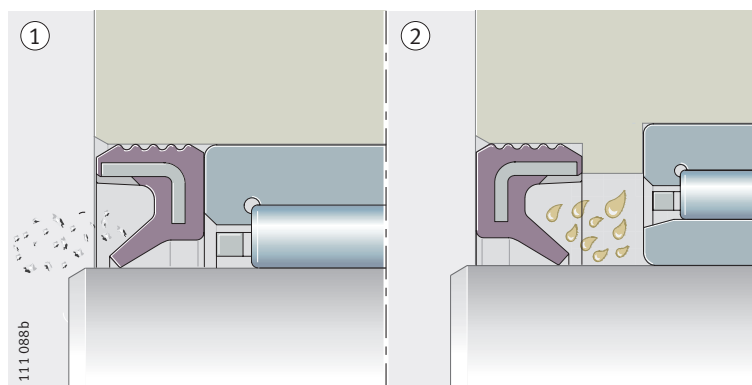

Рисунок 1
Для защиты от проникновения пыли и грязи уплотняющую кромку следует ориентировать наружу, *рис. 1* ①. Для предотвращения утечки смазки манжетное уплотнение следует устанавливать уплотняющей кромкой внутрь, *рис. 1* ②.
- ① уплотняющей кромкой наружу
- ② уплотняющей кромкой внутрь